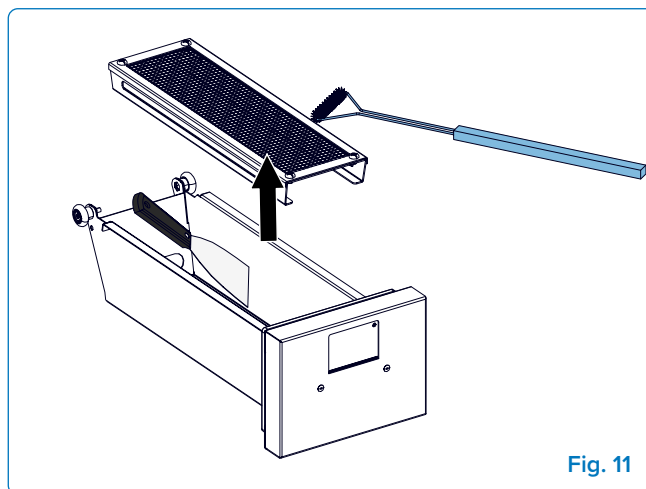

Fig. 11
4. **Retirer et nettoyer la grille** – Retirez le tamis qui retient les copeaux de bois. Secouez les débris restants et brossez-le pour le nettoyer (**Fig. 11**).